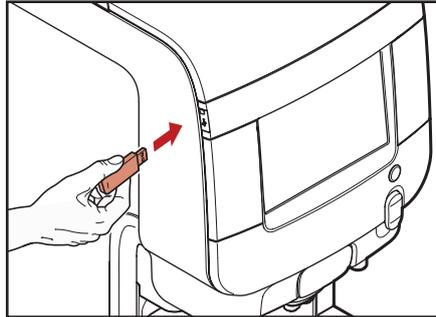

Fig. 6.1 - Inserire la chiave USB dell'operatore
- Inserire la chiave USB operatore (fig. 6.1)